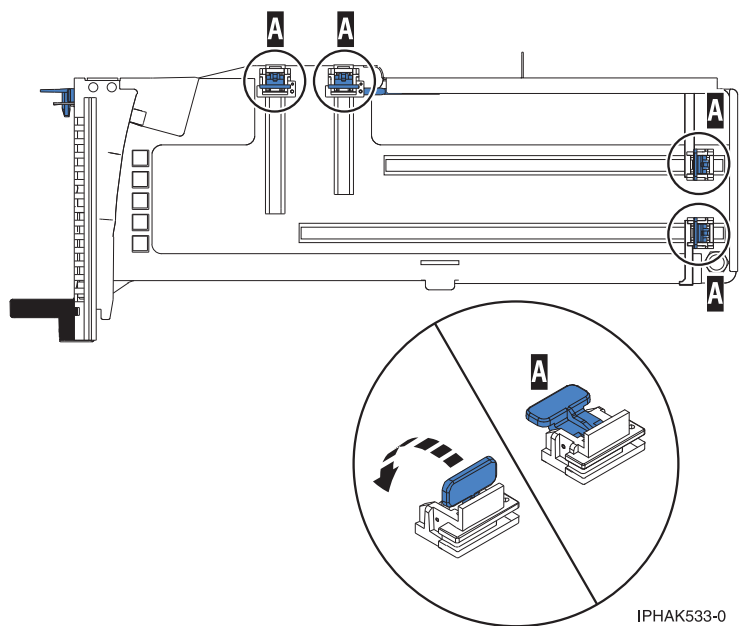

図 116. カセット内のアダプター保持器具
- a. アダプターを収容できるように、すべてのアダプター保持器具がカセットの端に押し出されていることを確認します。 115 ページの図 116を参照してください。